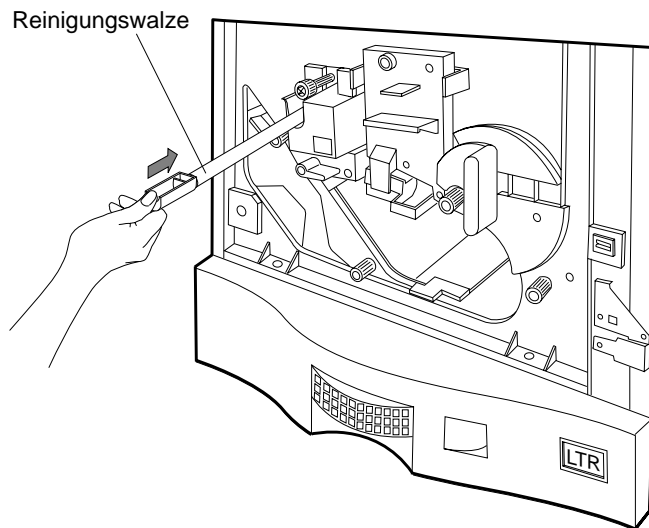

Abbildung 4-7 Einsetzen der Reinigungswalze
3. Setzen Sie die neue Reinigungswalze ein, so daß sie einrastet (siehe Abbildung 4-7).